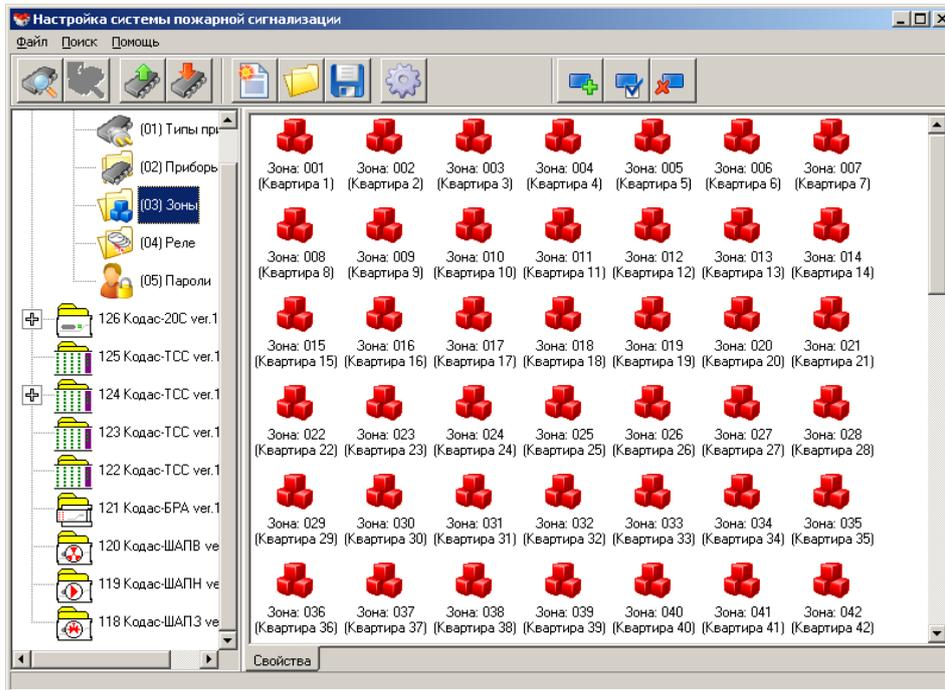
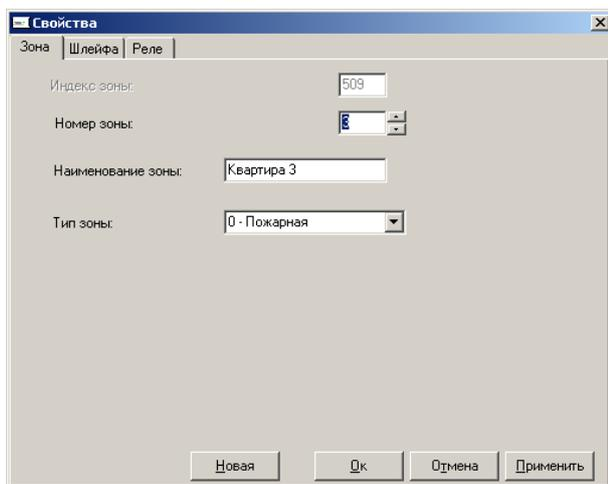

Рис. 8
Рис.9
При выделении элемента списка «(03)Зоны» в правом окне (область (3)) отображается список зон, включенных в конфигурацию Кодас-БКУ (рис.8). Для добавления новой зоны нажмите кнопку "Добавить элемент", или воспользуйтесь пунктом контекстного меню «добавить», нажав правую кнопку мыши. Для корректировки существующей зоны два раза нажмите левую клавишу мыши на выделенной зоне. Активизируется диалоговое окно (рис.9),
На вкладке «реле» (рис. 9) свободные реле блоков Кодас-20С и Кодас-БРА также могут быть привязаны к зоне (рис 12). Привязка реле выполняется по такой же процедуре, как и привязка ШС:
- нажмите кнопку «>», при этом выделенные реле переместятся в правое окно и станут “привязаны” к зоне, для которой вызывалось диалоговое окно «Свойства» (рис. 9). В этом же окне выполняется обратная процедура перевода реле из состояния привязки к зоне в свободное состояние кнопкой «<>».